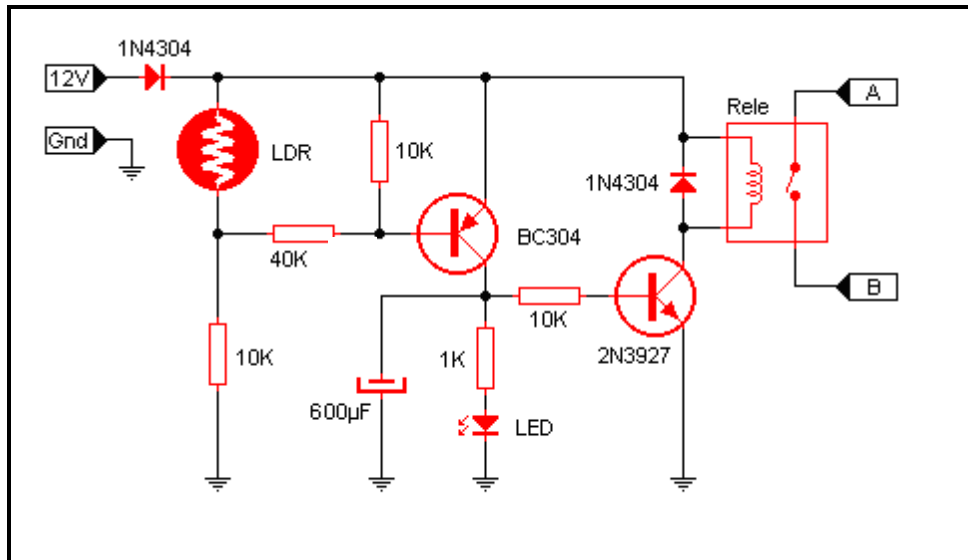

Figura 5.14. Circuito de Luces Automáticas.
6.5. Conecte el circuito como se muestra en la figura 5.14.